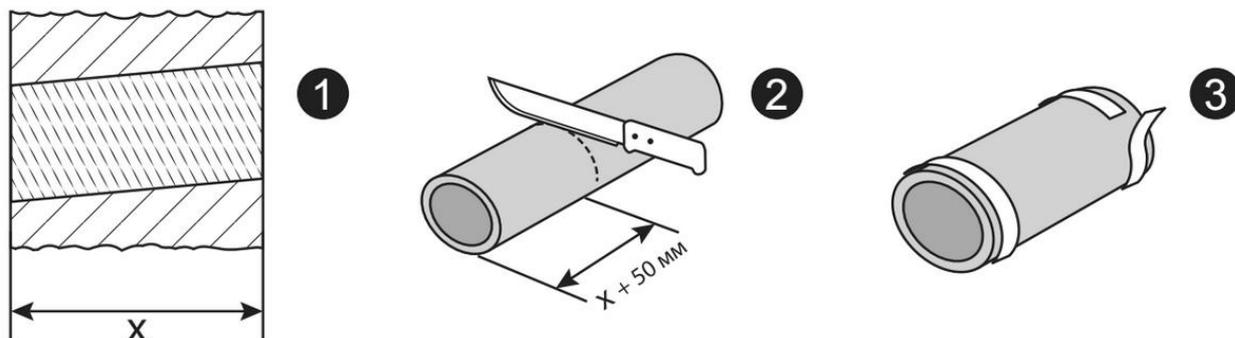

Рис.6. Подготовка тепло-шумоизоляционной трубы к установке в канал воздуховода.
4.4.7. Измерить глубину канала воздуховода в стене, используя рулетку. Подготовить тепло-шумоизоляционную трубу (рис. 6, изобр. 1 и 2).
4.4.8. Подготовленную тепло-шумоизоляционную трубу вращательными движениями вставить в канала воздуховода. Труба при этом должна очень плотно прилегать к стенкам канала воздуховода. По линии соприкосновения тепло-шумоизоляционной трубы и краю канала воздуховода не должно быть зазоров. Если данные требования выполнены, то удалить трубу из стены вращательными движениями и перейти к следующему пункту. Если требования не были выполнены (например, внешний диаметр трубы меньше заявленного производителем), то после извлечения трубы из канала воздуховода необходимо отступить от каждого из концов трубки по 30 мм и наклеить в этом месте уплотнитель EPDM 2x20 на самоклеющейся основе (рис. 6, изобр. 3).